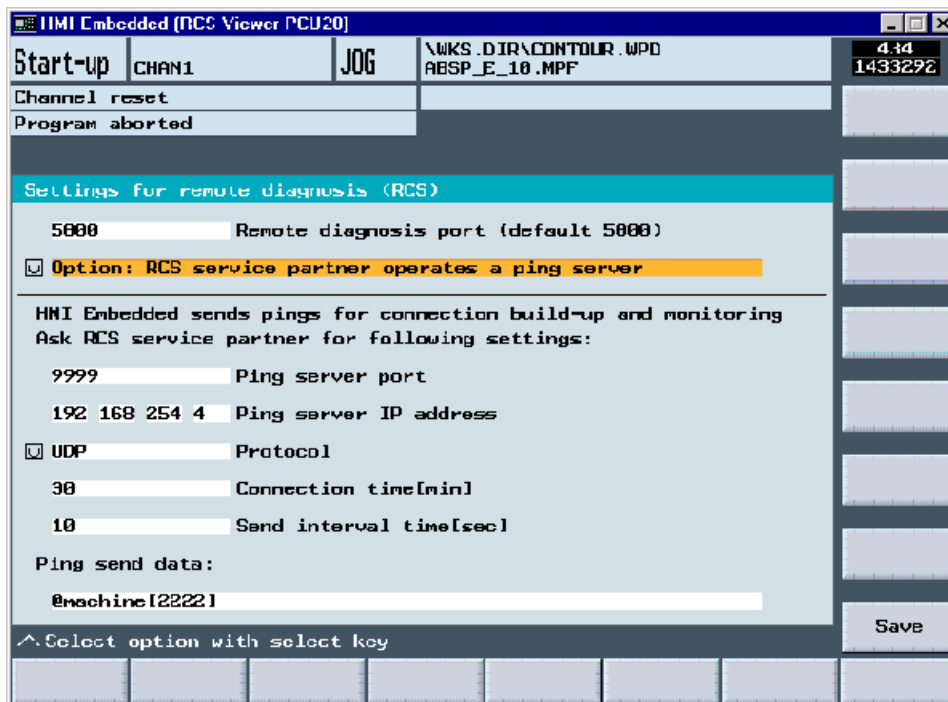

Figura 4-6 Impostazione del server di login
2. Se ad es. dovesse modificarsi l'impostazione della porta di telediagnosi a causa di impostazioni di firewall che attivano la porta solo per pacchetti in ingresso, nella finestra "RCS Viewer-Embedded (Remote Control System)" (vedere figura 4-6) selezionare il pulsante "Configuration". Viene visualizzata la finestra seguente: